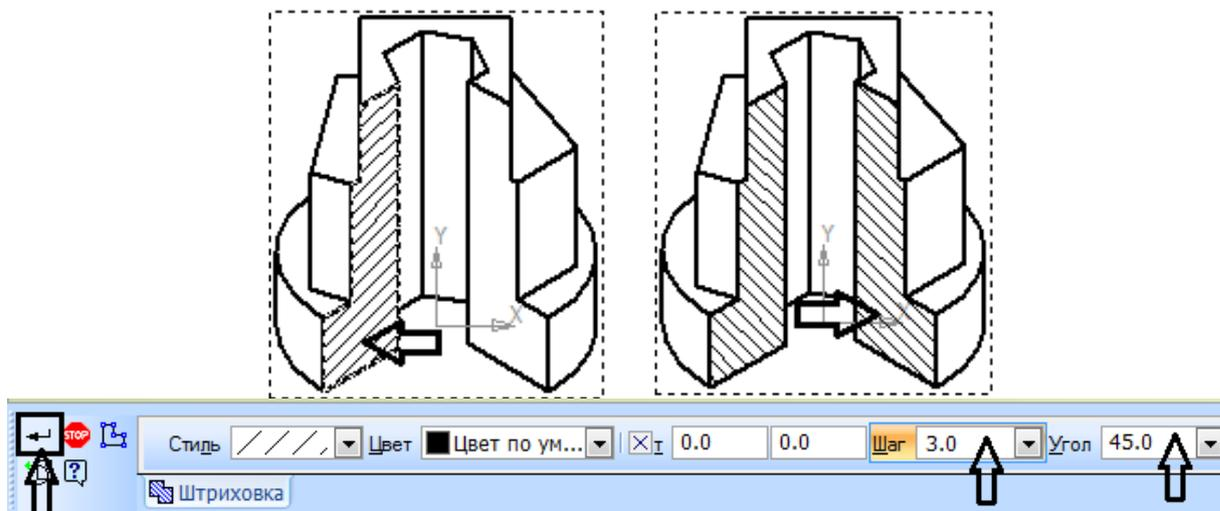

Рисунок 41.
21. Выполняем штриховку на отсеченной части пирамиды. Для этого выбираем на панели *Геометрия* кнопку *Штриховка*. Указываем *Шаг – 3мм. Угол- 45градусов*. И щелкаем мышкой на левой стороне сечения. Нажмите *Создать объект*. Потом *Угол* меняем на *-45 градусов* и щелкаем на правой стороне сечения (рисунок 41). Для завершения операции нажмите *Создать объект*.